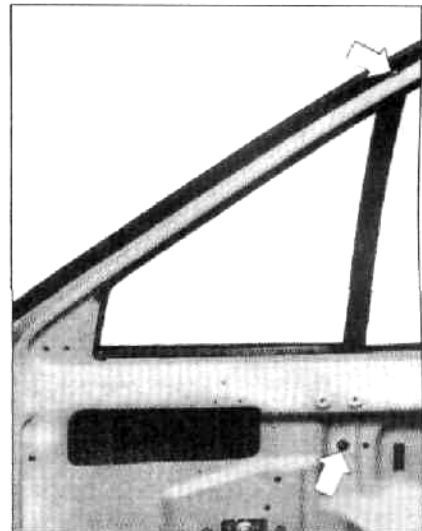

Рис. 12.10 Положение крепежных винтов направляющего канала окна передней двери (отмечены стрелками) (Глава 10)
- 9 Отсоедините направляющий канал окна. Он прикреплен винтом с прокладкой наверху и болтом с прокладкой в основании. Снимите канал (на ранних моделях). На поздних моделях опустите его во впадину двери (Рис. 12.10).
10.3 Показана внутренняя задвижка управления дверным замком, крепежная планка (1) и задвижка (2)